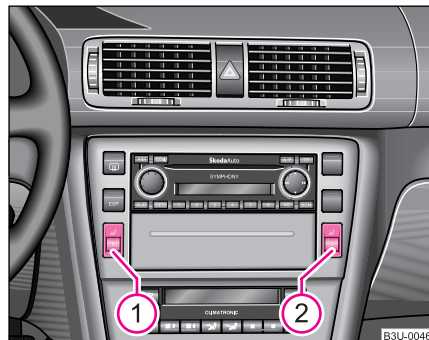

Fig. 59 Tabloul de bord: Regulator rotativ pentru încălzirea scaunelor din față
- Prin rotirea roțițelor ① și ② ♥ pagina 78, fig. 59 puteți activa și regula încălzirea scaunului conducătorului și al pasagerului din dreapta.